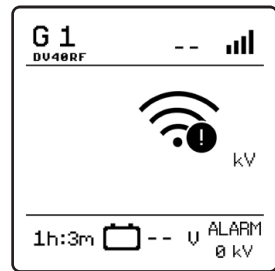

Abb. 12
- Signalverlust (Abb. 12):** es werden nur Striche statt der Werte des Weidezaungerätes angezeigt, das Signalstufensymbol blinkt und der Alarm ertönt, sofern dieser aktiviert ist (siehe Abschnitt 8.2).